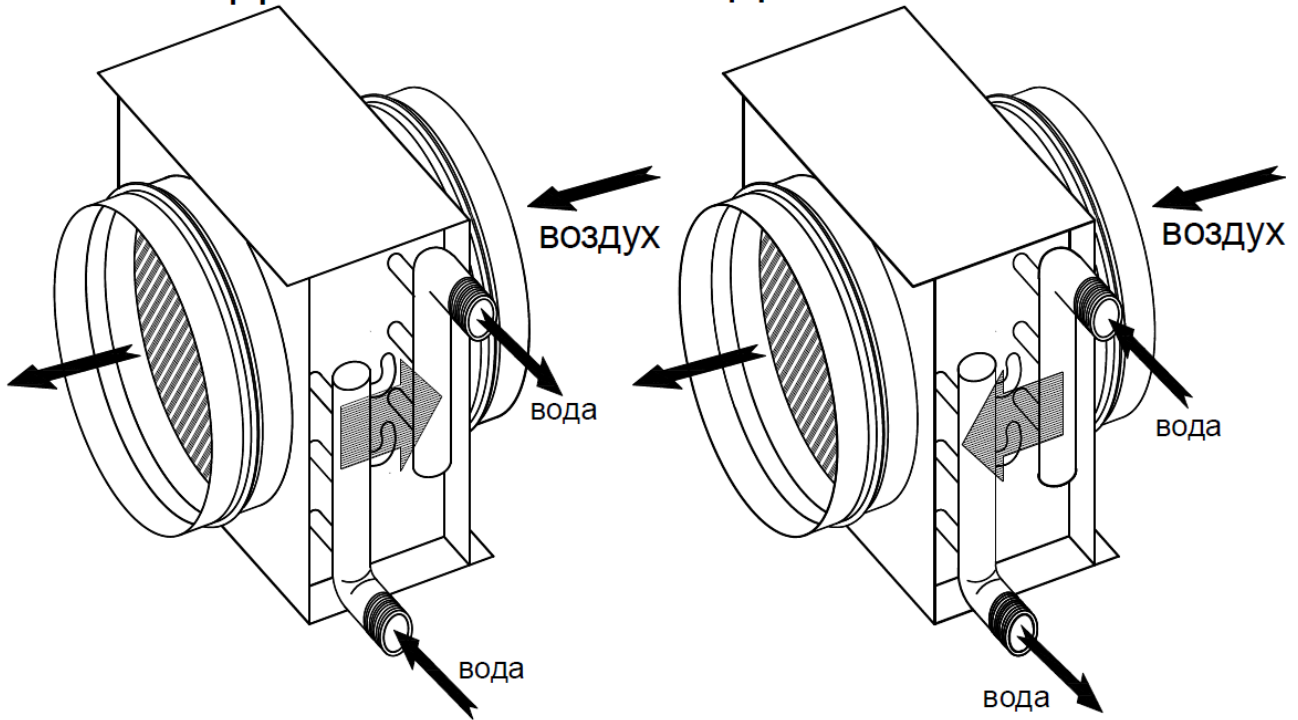

Рисунок 5.1 – Прямоточное и противоточное подключение
5.1.8. При подключении трубопроводов теплоносителя возможно использование двух схем (см. рис. 5.1):